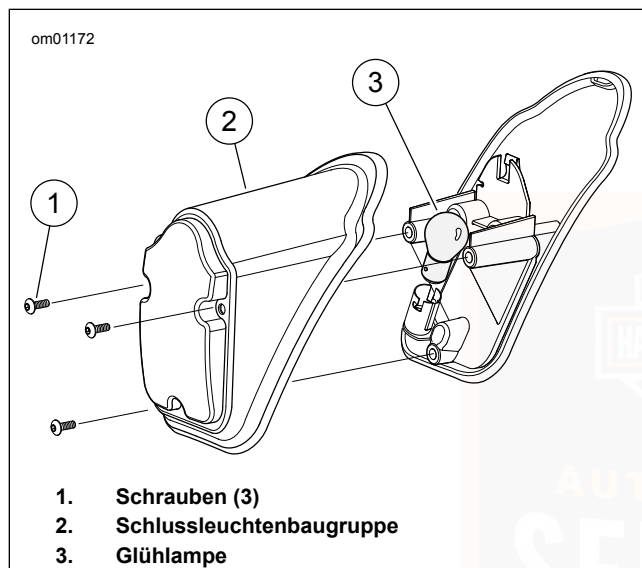

Abbildung 64. Baugruppe Schlussleuchte: „Tombstone“-Stil
1. Siehe Abbildung 64. Den Zündschalter auf OFF (Aus) schalten.
2. Die drei Schrauben (1) entfernen, um die Schlussleuchtenbaugruppe (2) von der Fassung abzunehmen.
3. Die Glühlampe (3) in die Fassung drücken. Um eine Vierteldrehung nach links drehen. Die Glühlampe aus der Fassung ziehen.
6. Die Passstifte der **neuen** Glühlampe (3) auf die Führungen in der Glühlampenfassung ausrichten. **Neue** Glühlampe hineindrücken und im Uhrzeigersinn in die Fassung drehen.
7. Die Schlussleuchtenbaugruppe (2) mit drei Befestigungsschrauben an der Fassung (1) anbringen. Die Schrauben auf folgendes Drehmoment anziehen: 2,3–2,7 N·m (20–24 **in-lbs**).